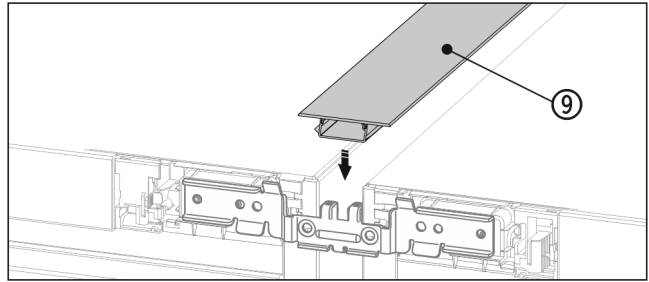

Fig. 21 *
- Nyomja a felső oldalon a rövid fedőlécet Fig. 21 (9) a nyílásba.*